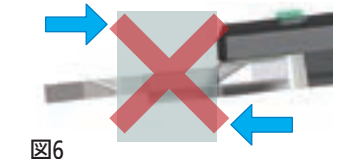

図6
2. 測定面が傾いた状態で測定しないでください。(図6)
- 測定面が傾いた状態で測定しないでください。(図6)